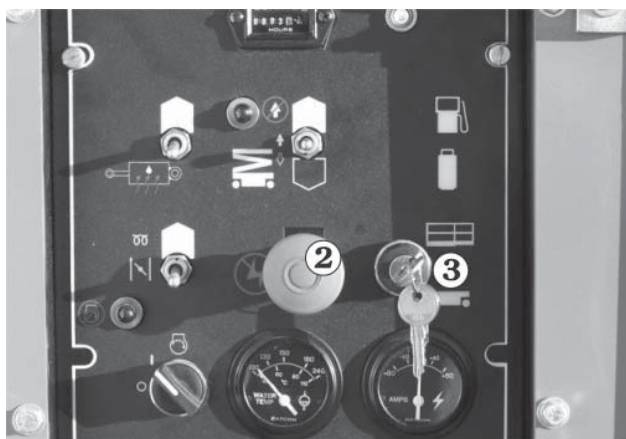

Abb. 8.11
2. Schalten Sie den Notaus-Schalter ② ein (obere Stellung). (Siehe Abb. 8.11)
3. Schalten Sie den Boden-/Plattform-Wahl-schalter ③ auf Plattform (obere Stellung) (siehe Abb. 8.11).